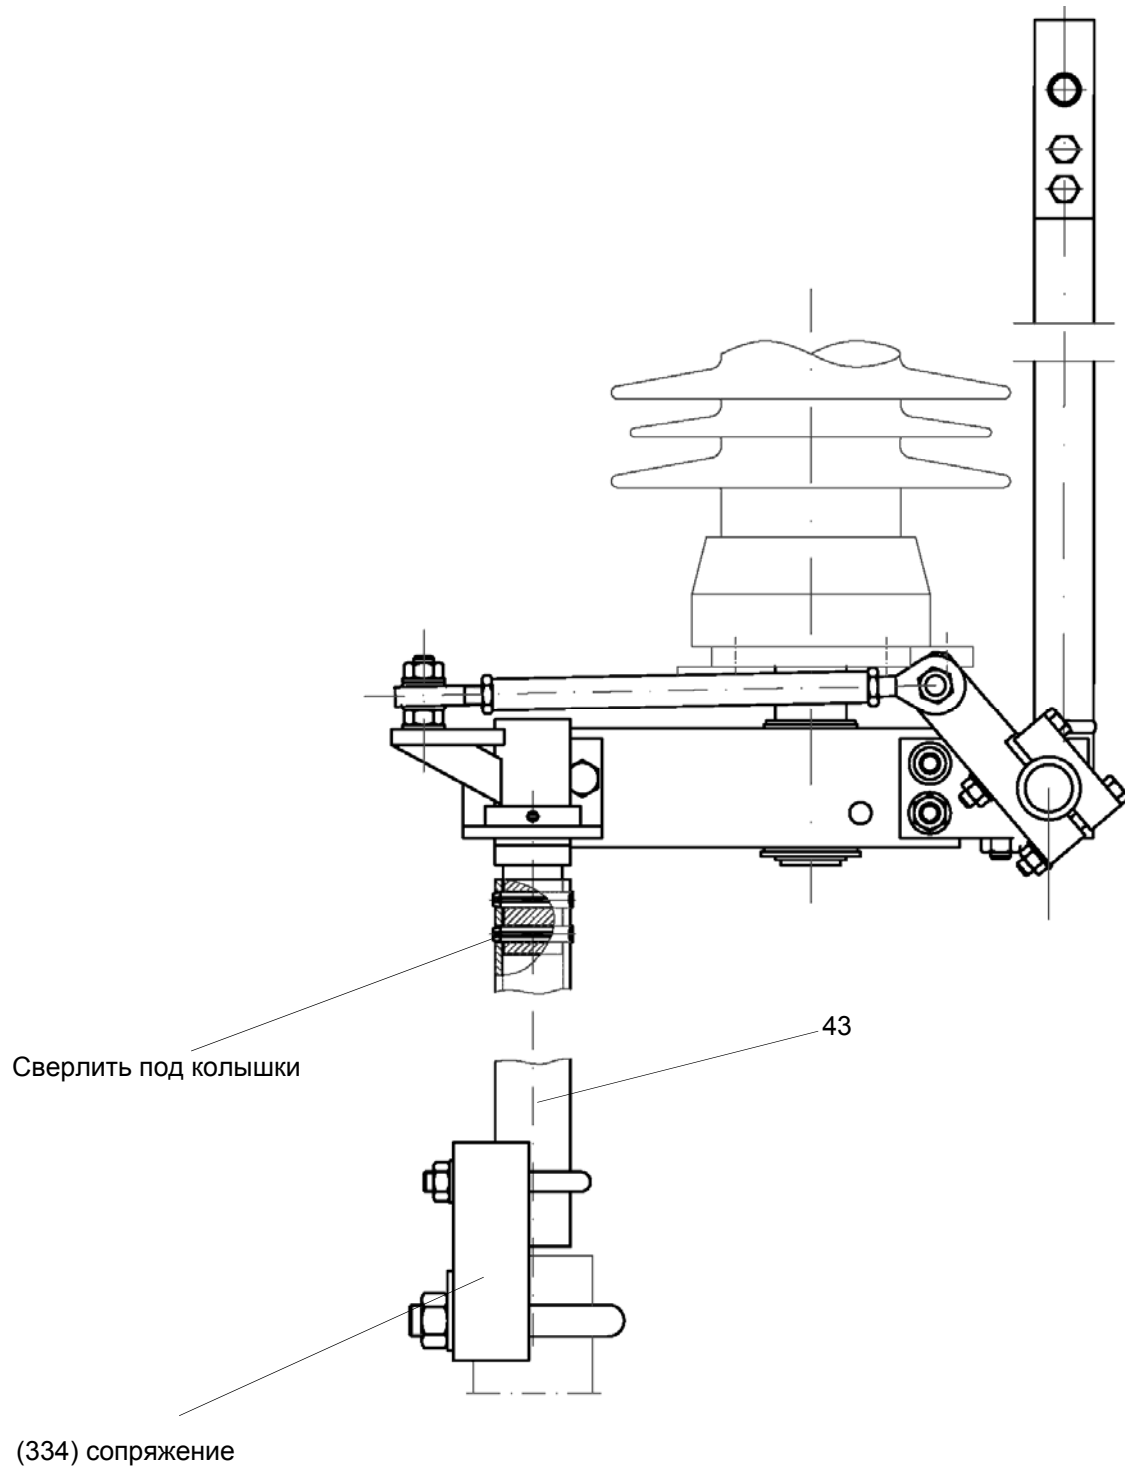

Рисунок 7 Установка привода заземлителя
Внимание: Поскольку для транспортировки разъединитель и заземлитель находятся в закрытом положении, плита механической блокировки (349) перевернута и следует её установить согласно рисунку [Рис. 7]